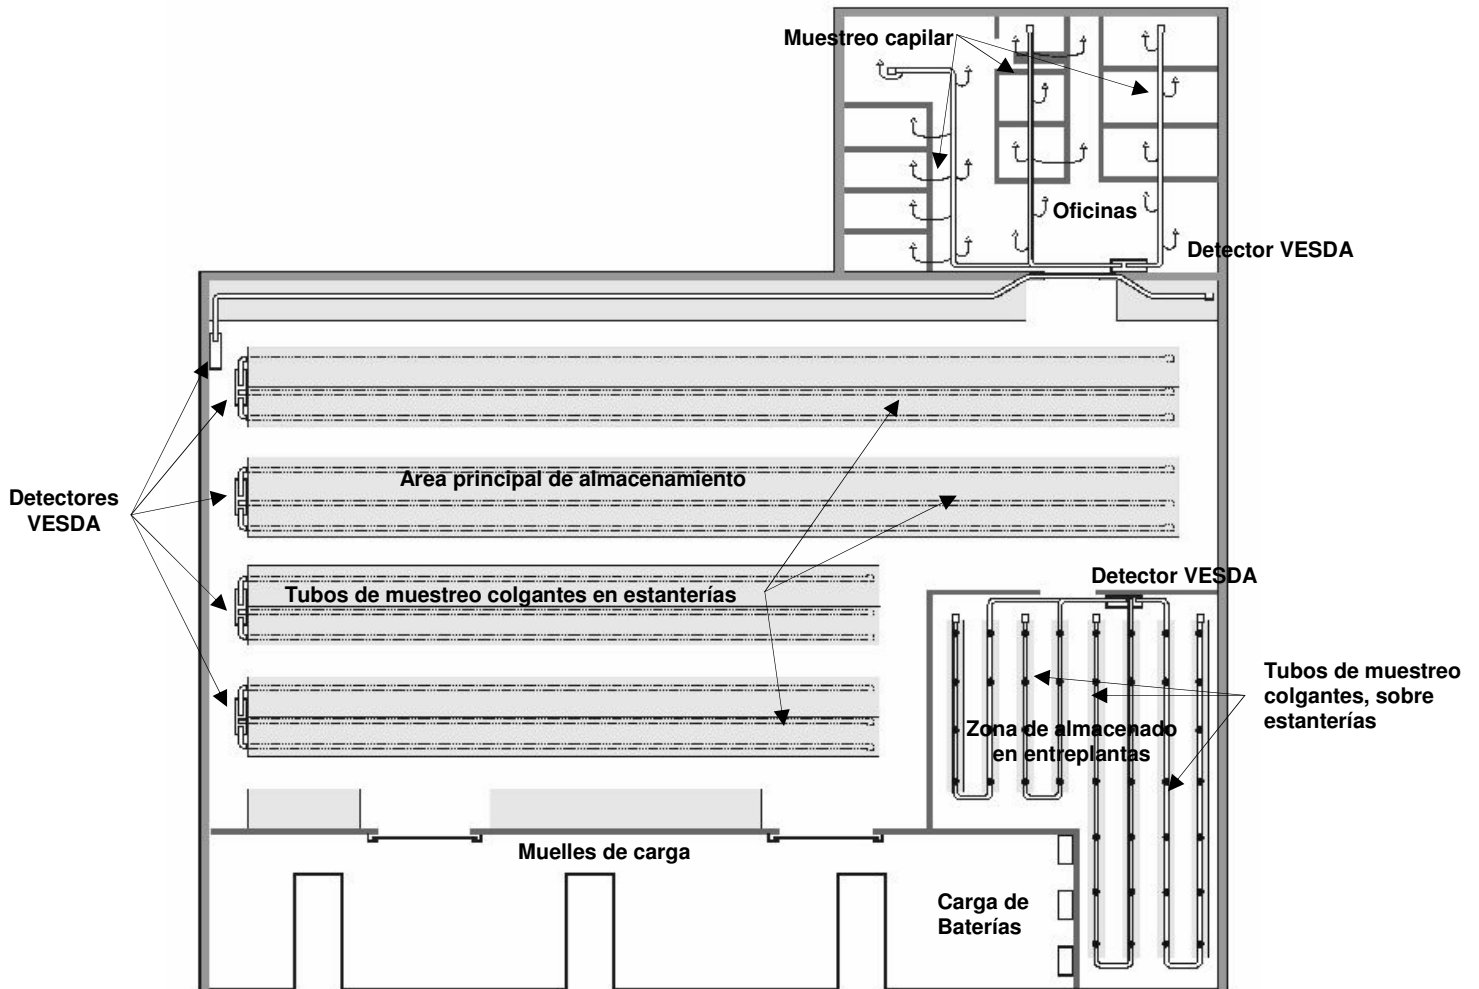

Figura 8. Planta de un almacén – Configuración de la protección en estanterías, sobre estanterías y mediante tubos capilares
El efecto de la estratificación del humo se toma en cuenta, instalando tramos colgantes del nivel de cubierta. En el ejemplo que se ilustra, los tramos colgantes tienen una longitud de seis (6) metros, con el fin de tomar muestras de aire de varios niveles, y están situados de acuerdo con la disposición estándar en malla. Ver Figura 8.
Los tramos colgantes situados en las estanterías protegen el almacenamiento en altura situado en la parte principal del almacén. Los tramos se sitúan en el interior de las estanterías para evitar ser dañados por la operación de las carretillas elevadoras, etc. La zona de almacenamiento con entreplanta, dispone de tubos de muestreo situados sobre las estanterías. Ver Figura 8.